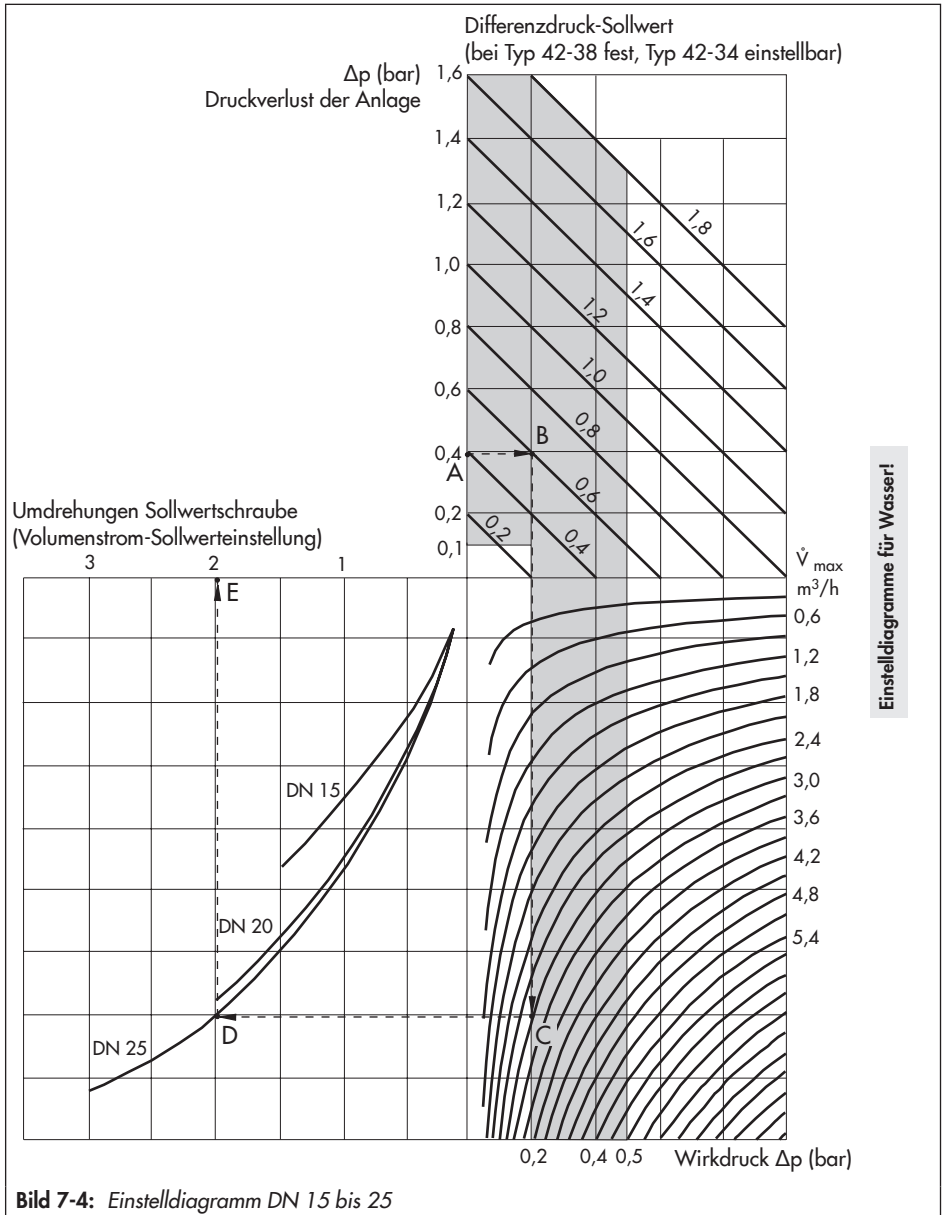
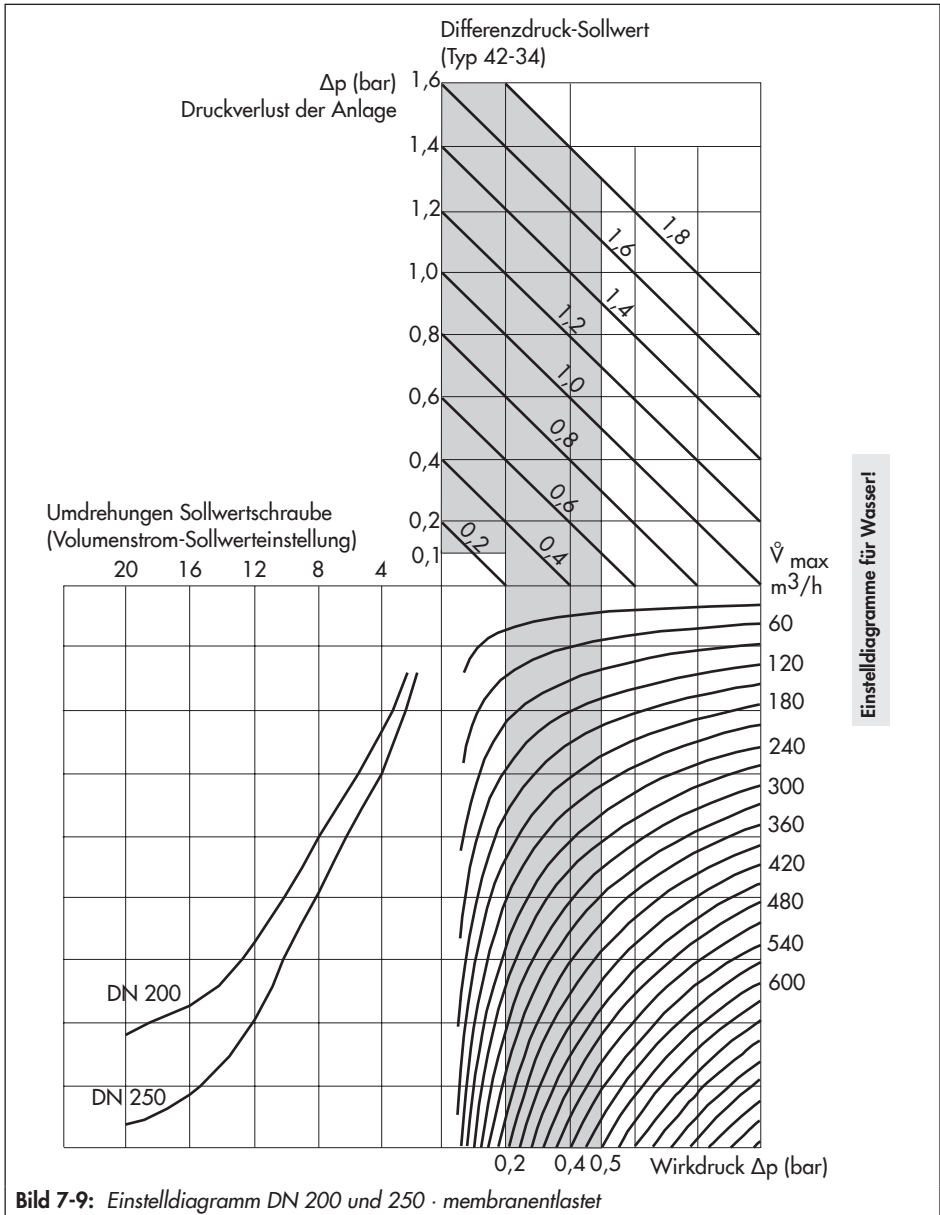

Bild 7-4: Einstelldiagramm DN 15 bis 25
Bild 7-9: Einstelldiagramm DN 200 und 250 · membranentlastet
Zur VolumenstromEinstellung bei bekanntem Druckverlust in der Anlage können auch die EinstellDiagramme für Wasser genutzt werden, vgl. Bild 7-4 bis Bild 7-9.
Zur VolumenstromEinstellung bei bekanntem Druckverlust in der Anlage die Einstellprogramme für Wasser, Bild 7-4 bis Bild 7-9 benutzen.
Die Kurven der Volumenstrombereiche in den nachfolgenden Diagrammen (Bild 7-4 bis Bild 7-9) gelten für 0,1 bar; 0,2 bar und 0,5 bar.
- Ermitteln der Einstellwerte über Einstell-diagramm Bild 7-4 auf Seite 7-7.
Reihenfolge Punkte **A** bis **E** nach Diagramm in „Bild 7-4: Einstelldiagramm DN 15 bis 25“.
Zum Einstellen des Differenzdrucks nach den Einstell-diagrammen (Bild 7-4 bis Bild 7-9) ist es notwendig, dass der benötigte Sollwert des Antriebs auch auf den errechneten Wert eingestellt werden kann!